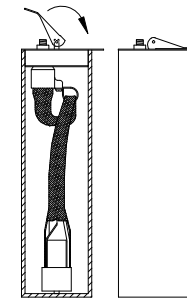

FIGURE 2
5. PUSH LEVER DOWN (FIGURE 2).